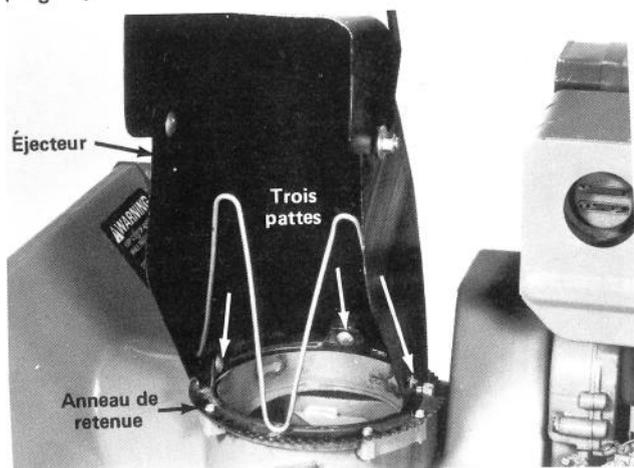

Figure 2
1. Tournez l'anneau de retenue pour que les dents et les pattes de montage soient en position voulue (Fig. 2).
2. Placez l'éjecteur sur l'anneau de retenue (Fig. 2). Ensuite, fixez le dos de l'éjecteur à la patte centrale avec un boulon de carrossier, une rondelle plate et un écrou de blocage (Fig. 2), sans serrer cet écrou.
3. Fixez l'éjecteur aux autres pattes avec deux boulons de carrossier et des écrous de blocage (Fig. 2).